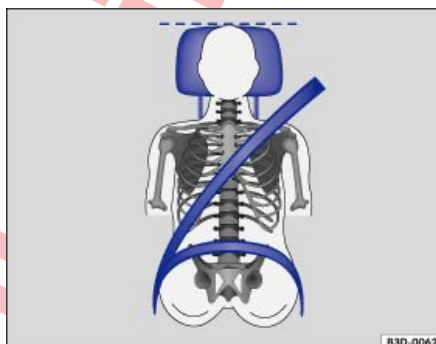

Fig. 77 Colocación correcta de la banda del cinturón y ajuste correcto del apoyacabezas.
- Ajuste el apoyacabezas de modo que el borde superior del mismo quede a la altura de la parte superior de la cabeza, pero nunca por debajo de los ojos. Mantenga la parte trasera de la cabeza siempre lo más cerca posible del apoyacabezas ⇒ fig. 76 y ⇒ fig. 77.